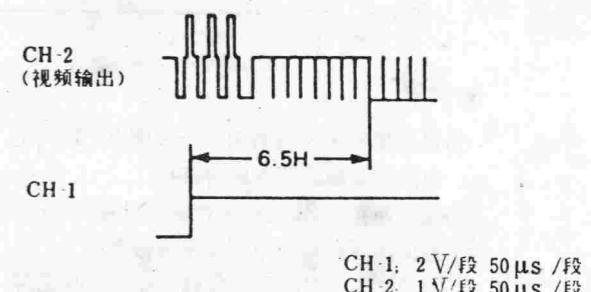

图2
② 装入校正用磁带(VROCPSV), 并再现(重放)之;
③ 置跟踪钮于中央位置;
④ 调节R740(相位发生器MM调节), 使示波器屏幕上出现的波形达到图2的要求。